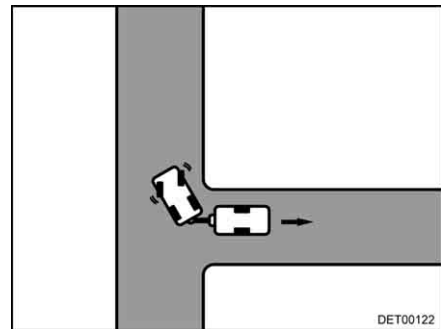

Fig. 18 Braquer à droite
- Braquer à droite et avancer prudemment en marche arrière (Fig. 18).